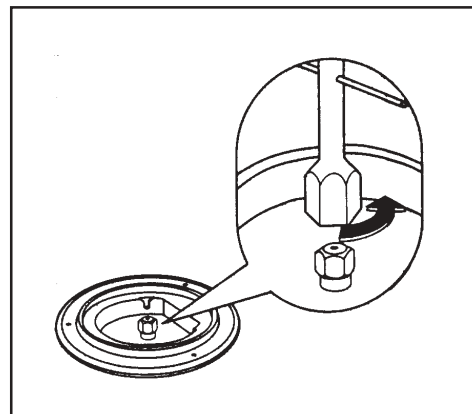

Fig. 7
- Cu o cheie tubulară de 7, deșurubați și scoateți injectoarele (Fig. 7) și înlocuiți-le cu cele necesare pentru tipul de gaz utilizat (vezi **tabelul 2**).